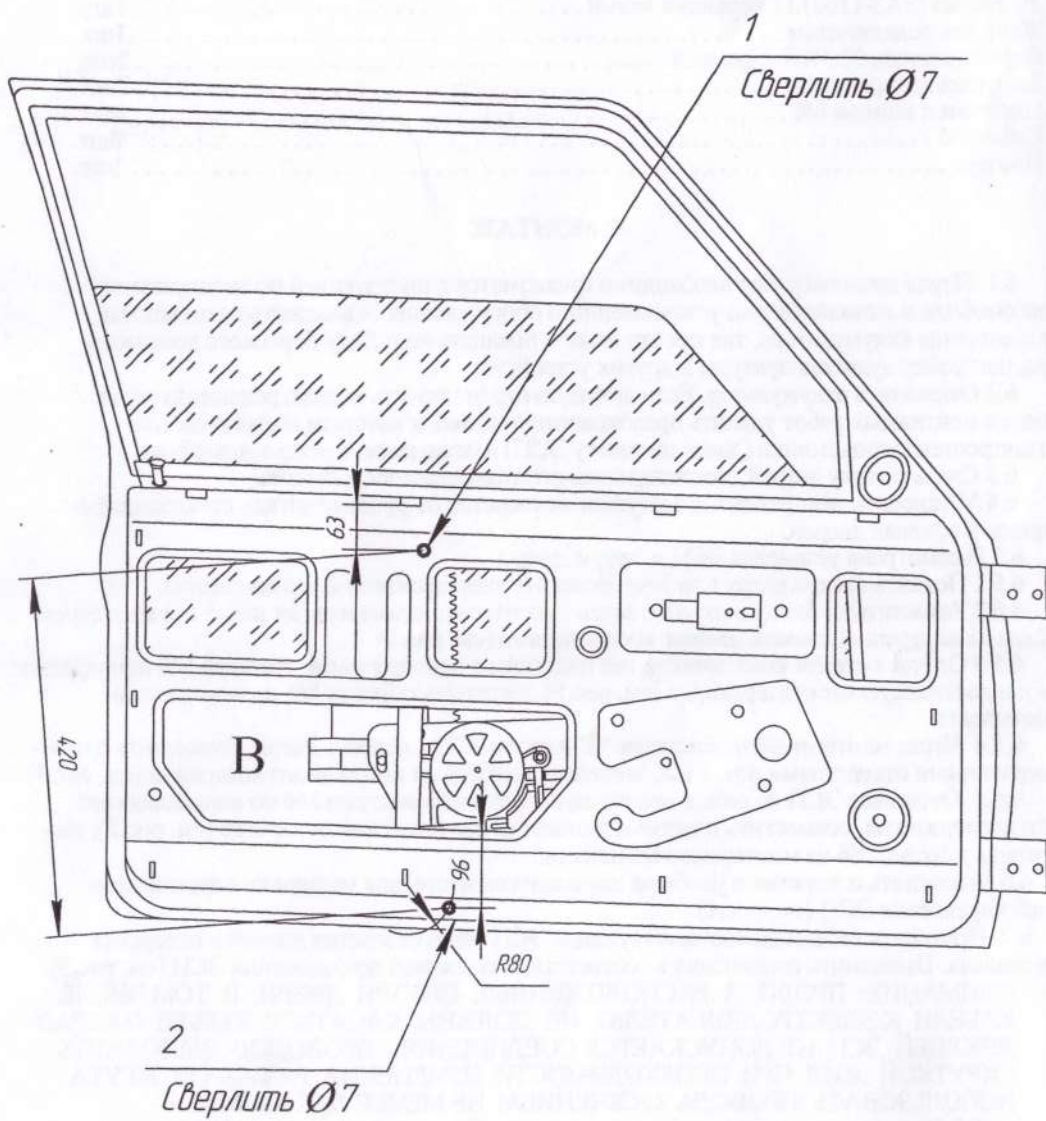

Рис.1
6.5.2 Разметить штангенциркулем, затем просверлить два отверстия поз. 1 и 2 диаметром 7 мм на внутренней панели двери с координатами (см. рис.1).
6.5.3 Опуская стекло вниз, завести две пластины с приваренными винтами М6 поочередно в направляющую стеклодержателя (см. рис.1), закрепить гайками М6 из монтажного комплекта.
6.5.4 Через монтажный проём двери "В" ввести ЭСП в полость двери, совместить с просверленными отверстиями поз. 1 и 2, закрепить гайками из монтажного комплекта (см. рис.1)